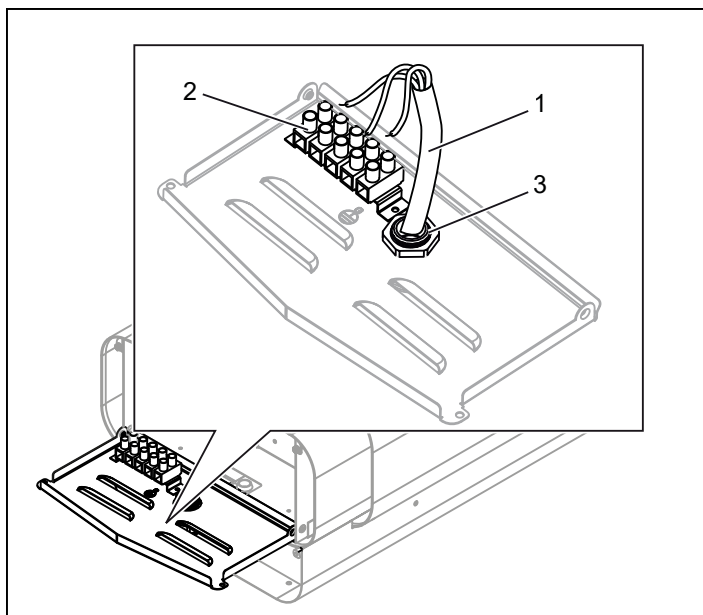
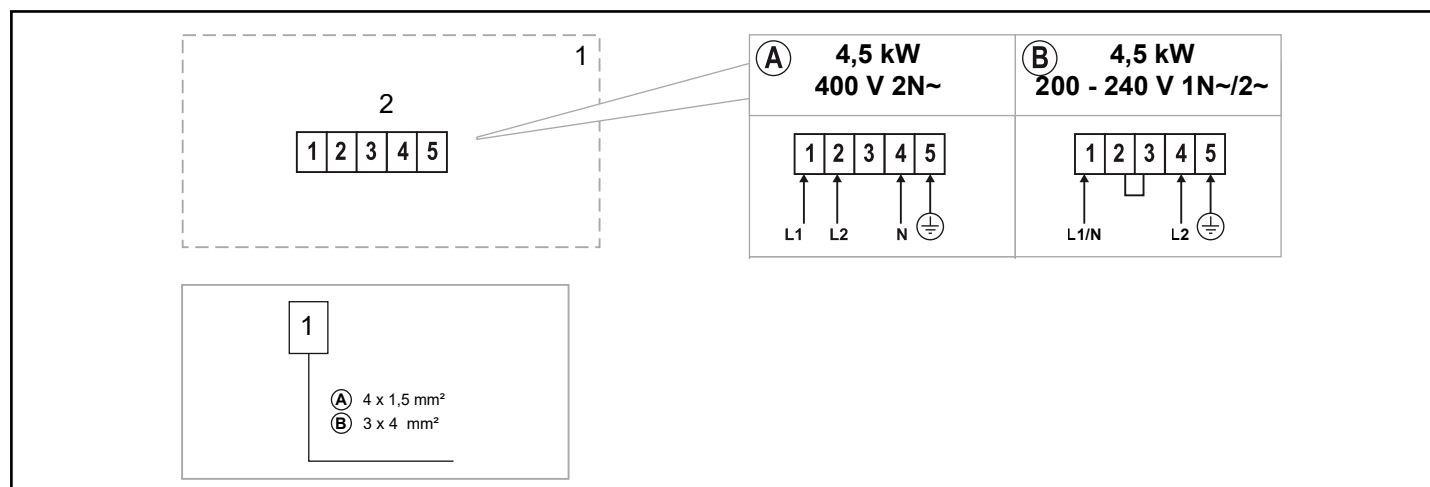

Fig 6: Inkoppling
Fig 19: Kopplingsschema
3. Fäst dragavlastaren (3) och anslut elkabeln (1) i plint (2) (se Fig 6) enligt kopplingschema (se Avsnittet Anslutning/kopplingschema, se fig 19).